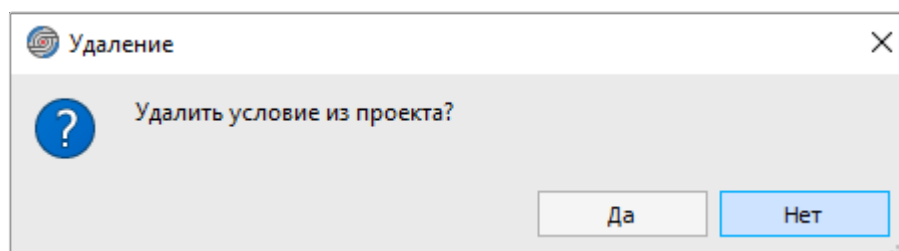

Рисунок 142. Диалоговое окно «Удаление»
- 2) В открывшемся диалоговом окне «Удаление» нажать на кнопку «Да» (см. рисунок 142).